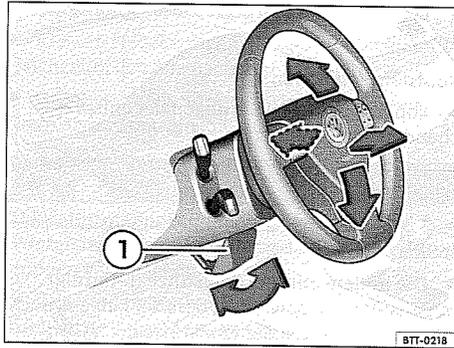

Abb. 43 Lenkradposition mechanisch einstellen.
- Den Hebel \Rightarrow Abb. 43 nach unten schwenken.